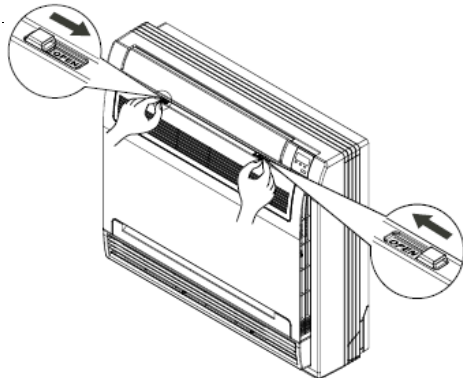

Fig.7-1
- Abra el panel frontal. Cómo abrir el panel frontal : (consulte la fig. 7-1).
1 Abra el panel frontal (consulte la fig. 7-1)